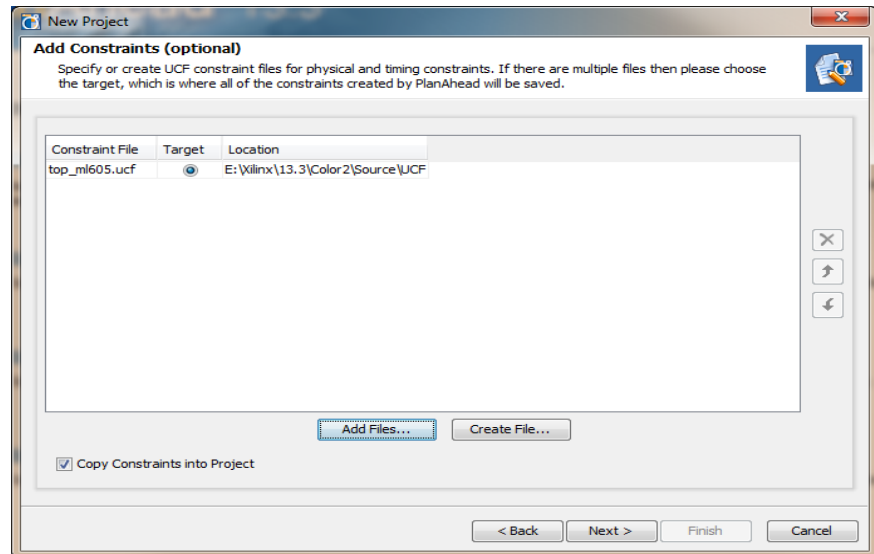

図 4-3 : New Project ウィザードの [Add Constraints] ページ
3. I/O およびタイミング制約を含む最上位制約ファイルを追加します。複数の UCF ファイルを使用できます。PlanAhead ソフトウェアでは、インプリメンテーションの実行前に、すべての最上位 UCF ファイルとモジュール レベルの UCF ファイルが連結されます。図 4-3 は、New Project ウィザードの [Add Constraints] ページを示しています。